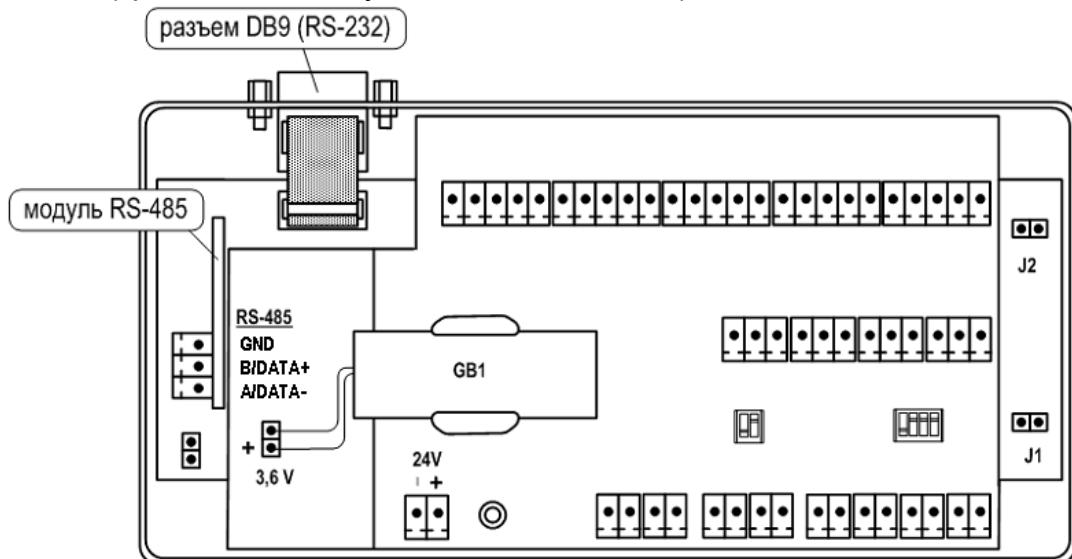

Рис.11. Размещение интерфейсных разъемов тепловычислителя.
6.3.1.1. Для связи с внешними устройствами в тепловычислите преду-смотрены последовательные интерфейсы RS-232, RS-485. Раз-мещение интерфейсных разъемов в отсеках ТВ показано на рис.11 (крышки отсеков условно не показаны).